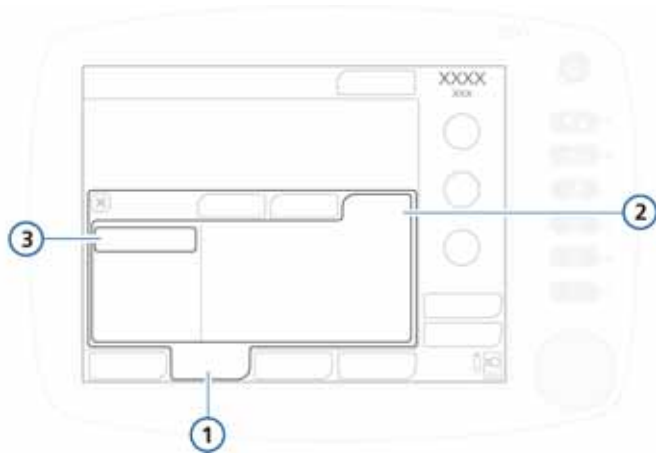

Figura 3-8. Finestra Dati tras 1
2. Aprire la finestra **Utilità** -> **Dati tras** (Figura 3-8), e selezionare **Registri esportazione**.